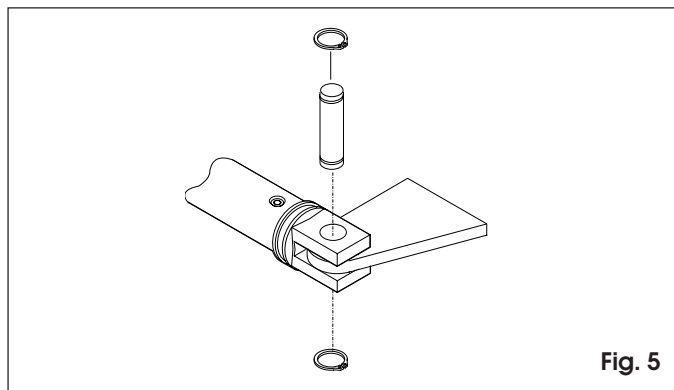

Fig. 5
- 7) Montar el soporte anterior en el vástago, como en la fig. 5.